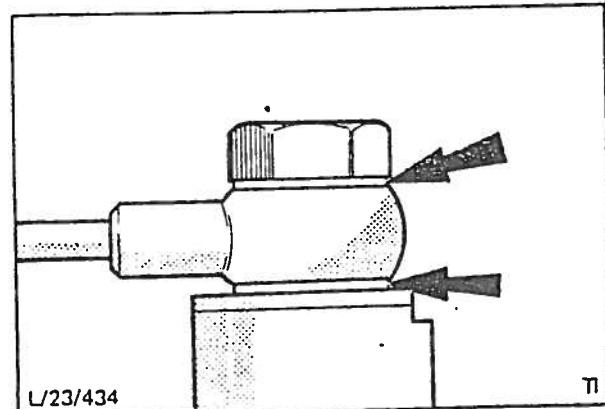

Fig. 52 Demontering av tilbakestrømningsrør.
5. Demonter fire bolter og ta vekk tilbakestrømningsrøret fra dysene (fig. 52).